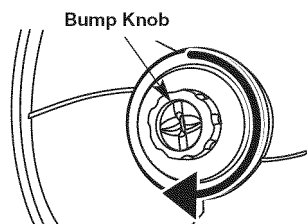

Рис. 14
1. Вращайте ударную кнопку по часовой стрелке, пока вся леска выйдет наружу (Рис. 14).
3. Удерживая корпус головки, поворачивайте ударную головку по часовой стрелке, обеспечивая намотку лески на внутреннюю катушку до момента, когда концы лески достигнут размера 5 фунтов (12,7 см.) с каждой стороны триммерной головки (Рис. 14).